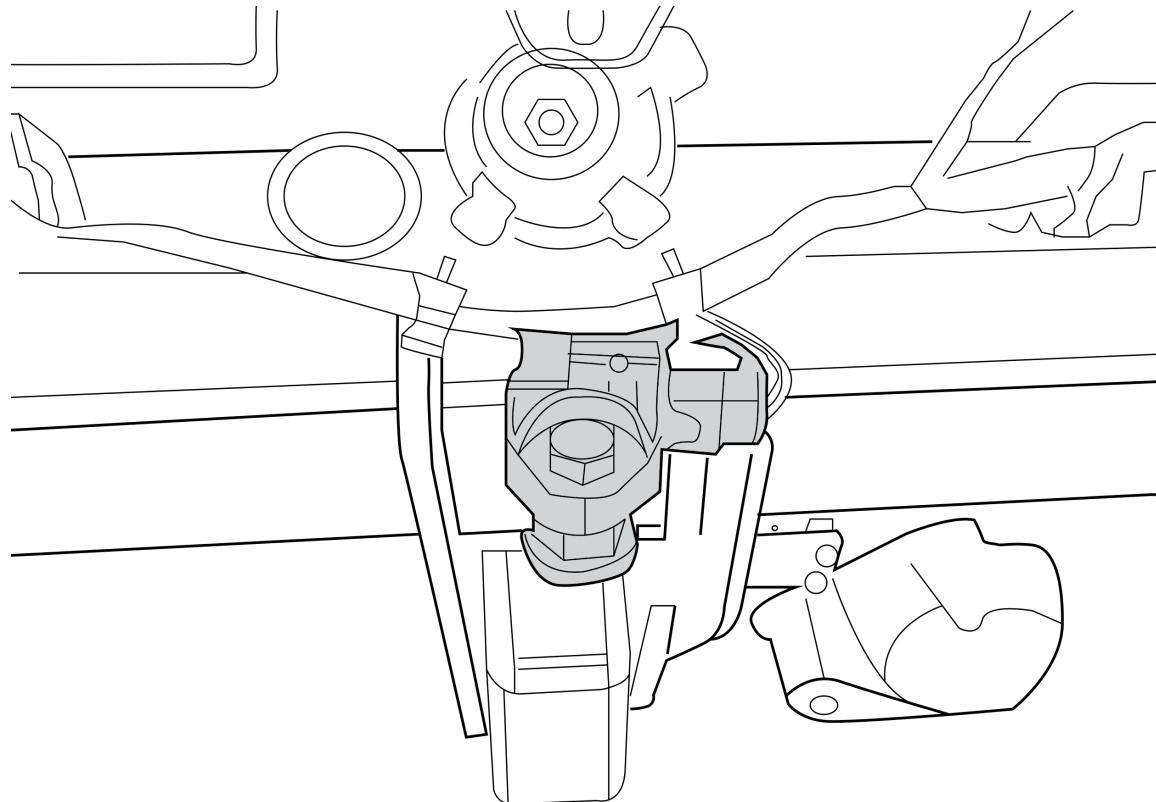

Fig. 3
6. Переместите датчик если имеется в точу K. См. рисунок 3.